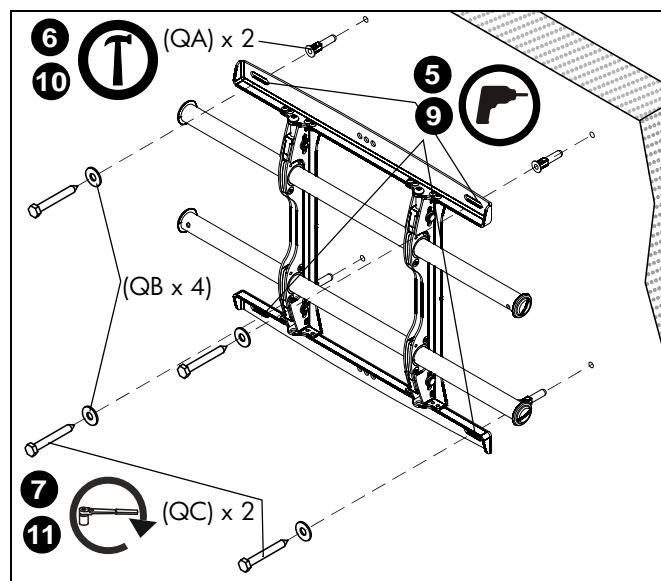

рис. 4
- При помощи уровня сделайте на стене отметки в местах размещения верхних монтажных отверстий. (См. рис. 4)
- Забейте молотком дюбели (QA) в каждое направляющее отверстие.
- Прикрепите верхнюю часть крепления к дюбелям в стене с помощью двух болтов 5/16 x 2-1/2" (QC) и двух плоских шайб 5/16" (QB).
8. Отметьте точки размещения нижних монтажных пазов. (См. рис. 4)
9. Просверлите в отмеченных местах по одному направляющему отверстию. (См. рис. 4)
10. Забейте молотком дюбели (QA) в каждое направляющее отверстие.
11. С помощью двух болтов 5/16 x 2-1/2" (QC) и двух плоских шайб 5/16" (QB) прикрепите крепление через нижние монтажные отверстия. (См. рис. 4)